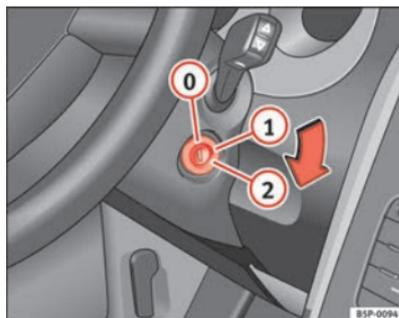

Fig. 118 Posiciones de la llave de contacto
En esta posición ⇒ fig. 118 el encendido y el motor están desconectados pudiéndose bloquear la dirección.
- Gire la llave de contacto hasta la posición ⇒ página 165, fig. 118 ①. El testigo  se encenderá en caso de precalentamiento del motor.
- En cuanto se apague el testigo, gire la llave de encendido a la posición ② para poner en marcha el motor y no pise el acelerador. ▶
- Gire la llave de contacto a la posición ⇒ página 165, fig. 118 .